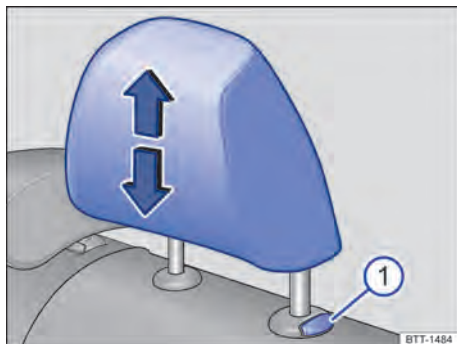

Fig. 72 Segunda fileira de bancos: ajustar o apoio para cabeça.
1. Empurrar o apoio para cabeça para cima na direção da seta ou para baixo mantendo o botão → Fig. 72  pressionado.